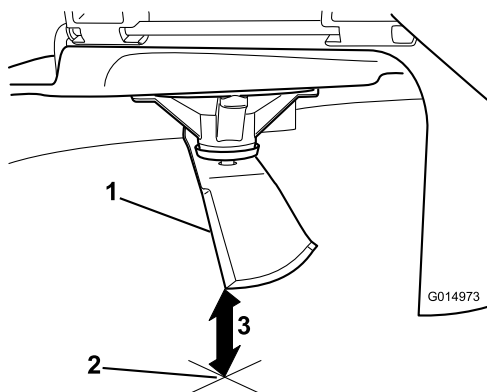

Figura 65
3. Mida desde la punta de la cuchilla hasta la superficie plana (Figura 65).